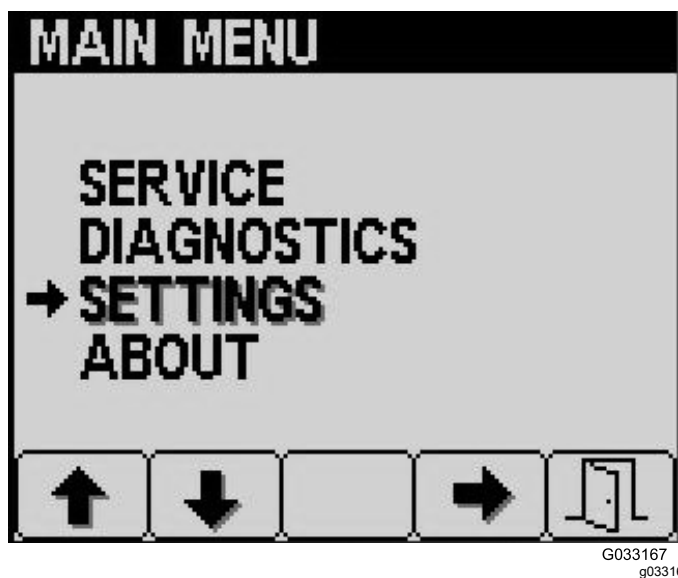
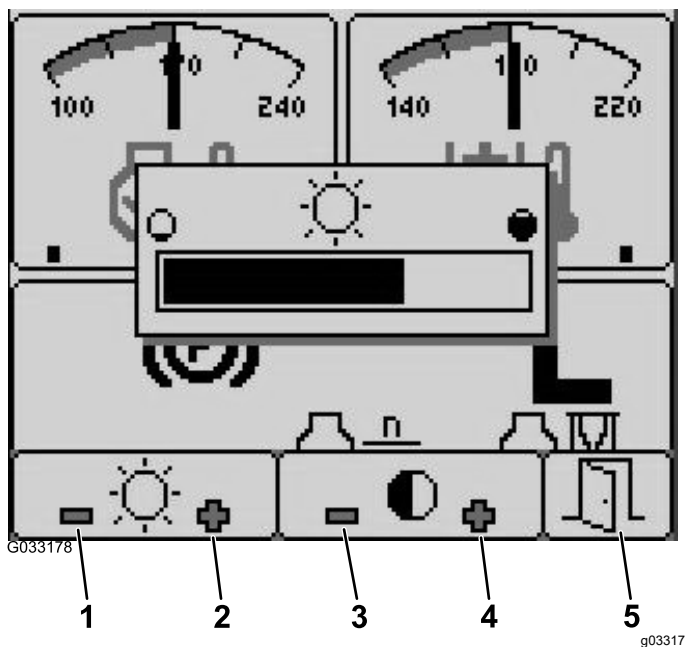

Figura 18
Figura 19
2. Desplácese hacia arriba o hacia abajo a SERVICE (MANTENIMIENTO) en el menú principal (Figura 18)
8. Salga del menú seleccionando el botón SALIR (puerta) (Figura 18 o Figura 19).
1. Desde la pantalla de inicio, pulse el botón 5 para acceder a la barra de menús emergentes de brillo/contraste (Figura 19).
2. Pulse el botón 1 para reducir el brillo, el botón 2 para aumentar el brillo, el botón 3 para reducir el contraste y el botón 4 para aumentar el contraste (Figura 19).
3. Cuando haya ajustado el brillo/contraste, pulse el botón 5 para salir (Figura 19).